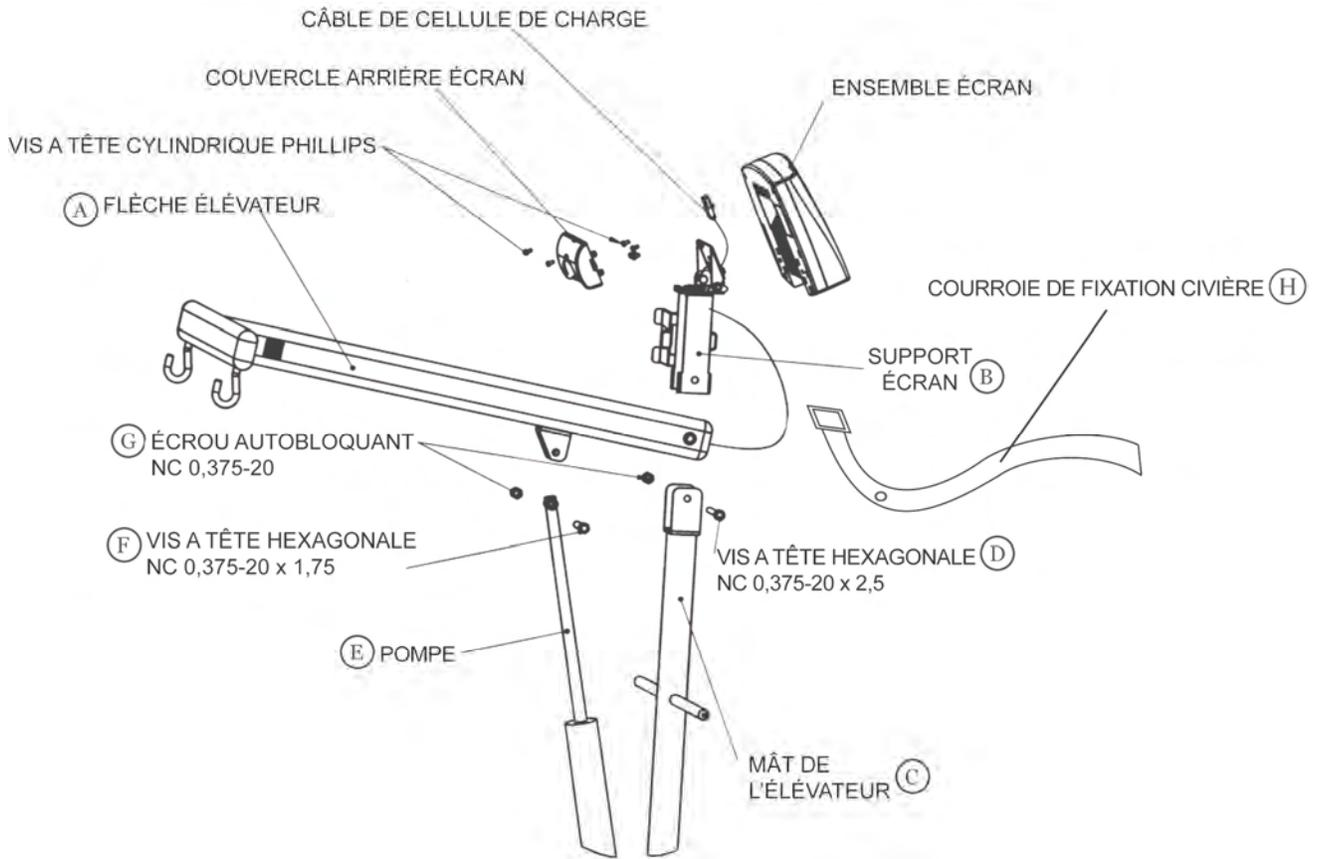

Figure 3
4. En vous référant à la Figure 3 de la page 42, reliez la Flèche de l'Élévateur (A) et le Support d'Écran (B) au Mât de l'Élévateur (C) en utilisant un boulon à tête hexagonale NC $\frac{3}{8}$ -20x2,5 po et un grand écrou autobloquant (D). Assurez-vous d'insérer le boulon à tête hexagonale NC 0,75-20x2,5 po par l'ouverture d'œillet de la Courroie de Fixation de la Civière (H) avant d'attacher le support d'écran et la flèche de l'élévateur dans le mât de l'élévateur. Note: Cette vis est sur l'axe de la Flèche de l'Élévateur, il est donc impératif que les trois pièces (Flèche, Mât et Support Écran) soient assemblées dans le bon ordre. Avec les crochets de la Flèche vers le bas, placez la Flèche de l'Élévateur (A) dans les deux côtés du Mât de l'Élévateur (C) et alignez les trous. Placez le Support Écran (B) sur le Mât de l'Élévateur (C) et la Flèche de l'Élévateur (A) et alignez les trous. Enfillez la vis à travers les trois pièces et serrez bien l'écrou autobloquant sur l'autre côté.
5. Insérez l'extrémité de la tige de la Pompe (E) dans le crochet à œillet sur la Flèche de l'Élévateur (A) et alignez les trous. Faites passer la vis 1,75 po (F) dans le crochet et le trou de la tige de la Pompe. Serrez avec un contre-écrou (G).